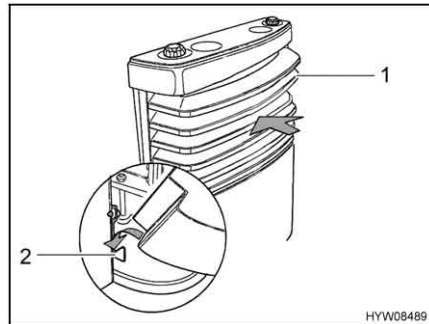

Bild 148 Höljet till värmeaggregatet, nedre lager
- Montera höljet på värmeaggregatet. Placera höljet till värmeaggregatet (Bild 148,1) på det nedre lagret (Bild 148,2).